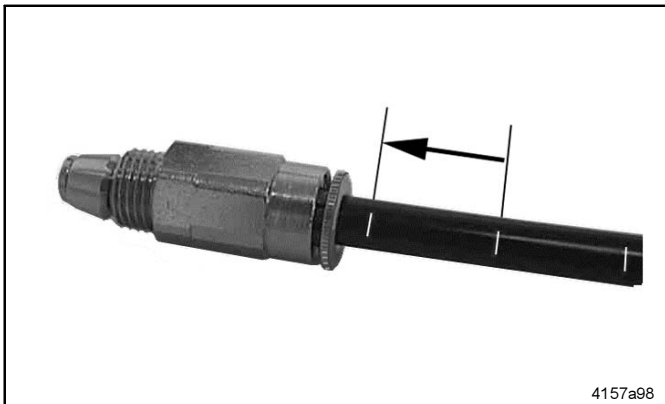

Abb. 5 Rückschlagventil mit gerändelter Zange für Druckkunststoffrohr
- Druckkunststoffrohre sind mit weißen Markierungsstrichen (Abb. 5) versehen, die als Montagehilfe dienen.